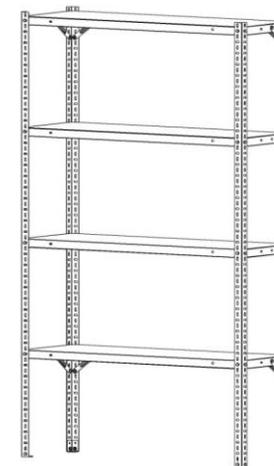

Рис. 4
4. Стеллаж поднять в рабочее положение (см. Рис. 4). Выровнять с помощью строительного уровня.